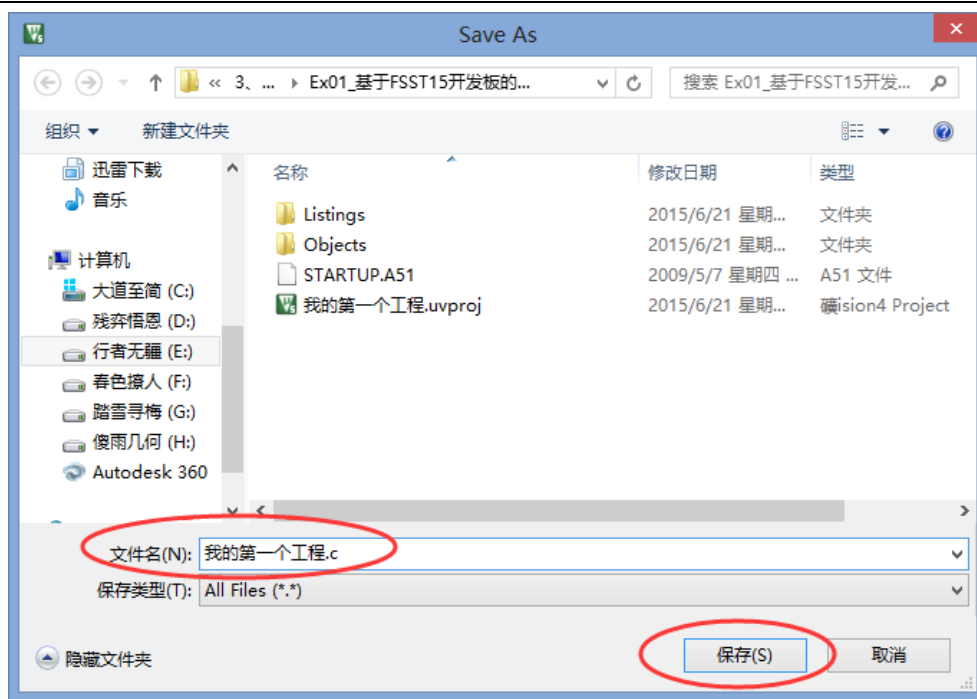

图 2-10 文件保存对话框
(6)此时 Keil5 的编辑界面处会有一个“text1”的文本文件,但与刚建立的工程还是没有一点点关系,接着选择 File→Save 菜单项(或 CTRL+S)保存文件,此时弹出如图 2-10 所示的文件保存对话框,Keil5 已经默认选择了工程所在的文件夹路径,所以只需输入正确(一定要正确)文件名,文件名字随便,最好是英文的,之后是扩展名“.c”(一定是英文状态下的.c)。